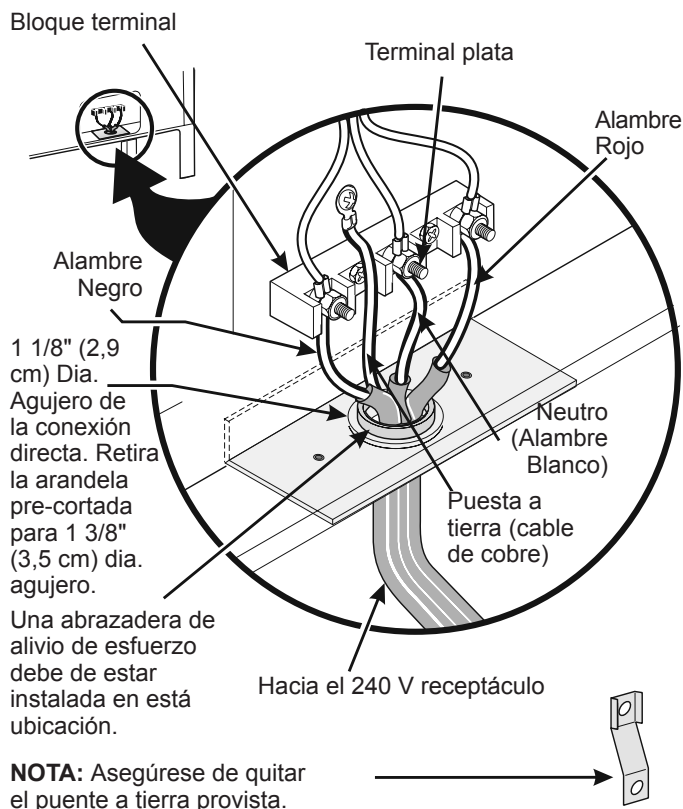

Figura 4
Donde los códigos locales NO permiten la conexión del conductor a tierra del armazón al alambre neutral del cable de bronce del suministro eléctrico (vea figura 4).
3. Utilizar los tuercas suministraron en el paquete de la literatura para conectar el alambre de tierra (verde) del cable de bronce del suministro eléctrico al armazón del electrodoméstico con el tornillo de la base, usando el hoyo del armazón por donde retiró el puente de la base (vea figura 4).
Si el aparato está conectado directamente al cortacircuito, a la caja de fusibles o a la caja de empalmes, use un cable blindado flexible o no metálico recubierto de cobre (con alambre a tierra). Provee una abrazadera de alivio de esfuerzo homólogo UL a cada extremidad del cable. A la extremidad del electrodoméstico, el cable pase a través del agujero de la conexión directa (ver figura 4) en la placa de montaje del cable. El tamaño de los alambres (**alambre de cobre solamente**) y las conexiones deben estar conforme al régimen del electrodoméstico.